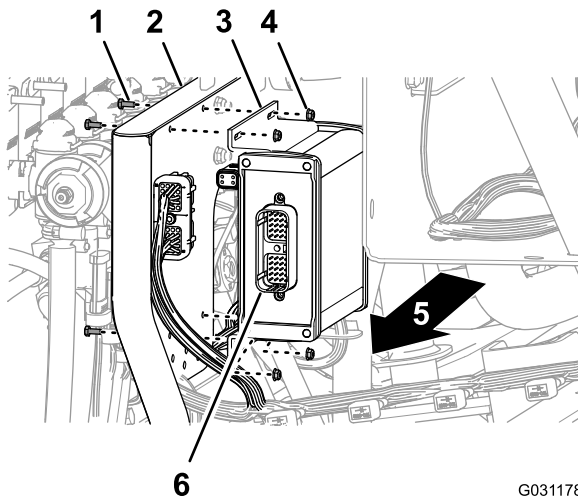

图 160
1. 将打药车控制器与阀门安装架前侧对齐40 针接头向外图 160。
2. 使用 4 个螺栓4 x 10mm和 4 个凸缘锁紧螺母4mm将打药车控制器安装到阀门安装架上图 160。